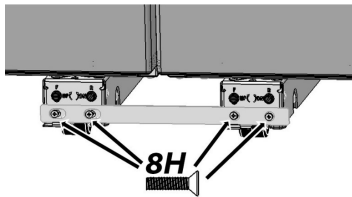

Fig. 14
15. En ayant le réfrigérateur/ congélateur côte à côte écarté de 1/2 po, fixez un support 9H à l'avant des niveleurs (Fig. 14), en gardant les vis, 8H du côté gauche, desserrées.
- c. Fixez les quatre vis 8H (Fig. 14 et 15) à travers 2 supports 9H avant et arrière. Il se peut que vous ayez besoin de plusieurs réglages, afin que la garniture centrale soit bien alignée et centrée sur les unités.